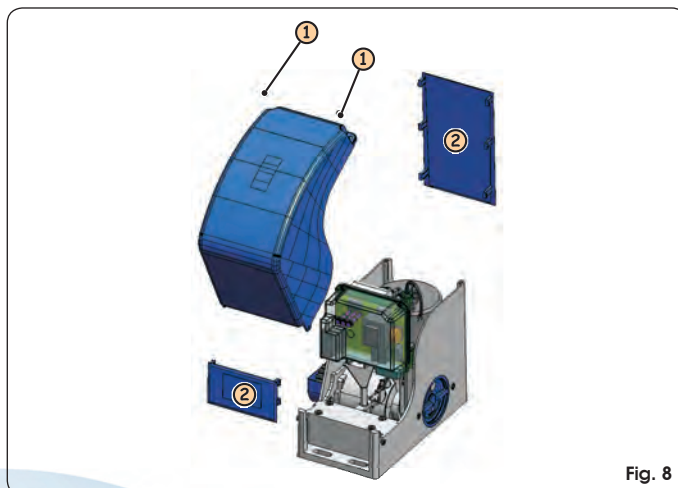

Fig. 8
- ① Togliere il coperchio motore svitando completamente le 2 viti di fissaggio superiori (Fig.8 rif.①).
- ② Ruotare il coperchio di circa 30° e tirare verso l'alto.
- ③ Sfilare le 2 protezioni laterali (Fig.8 rif.②).